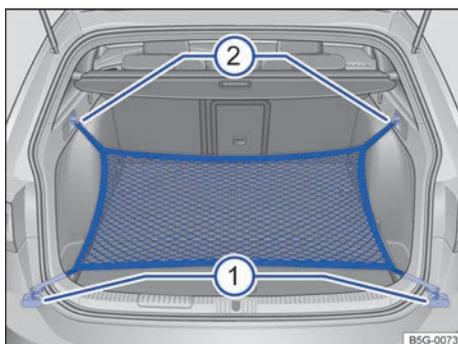

Fig. 173 En el maletero: argollas ① y ganchos ② para enganchar la bolsa de red.
- Fije los ganchos cortos de la bolsa en las argollas de amarre → fig. 173 ① → ⚠. La cremallera de la bolsa tiene que quedar hacia arriba.
- Fije las cintas en los ganchos para colgar bolsas ②.